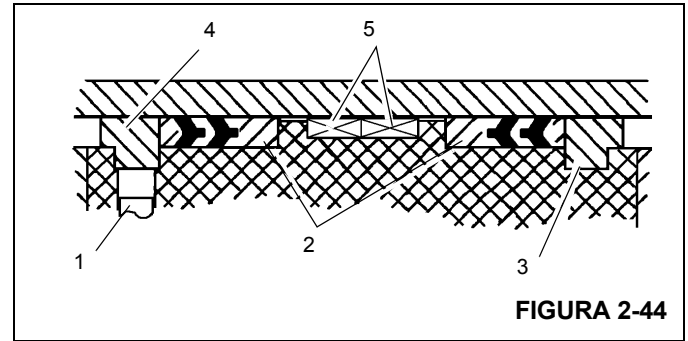

FIGURA 2-44
10. Instale os anéis de trava, as vedações Hydrolock e os anéis de desgaste na parte externa do pistão Figura 2-44. Consulte a figura intitulada.